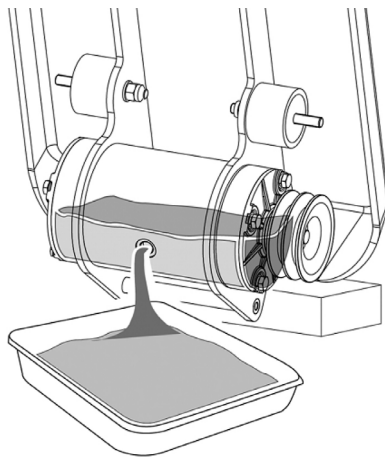

Рис. 18
- Наклоните рабочую плиту и слейте масло из виброблока в подготовленную для этого ёмкость (рис. 18).